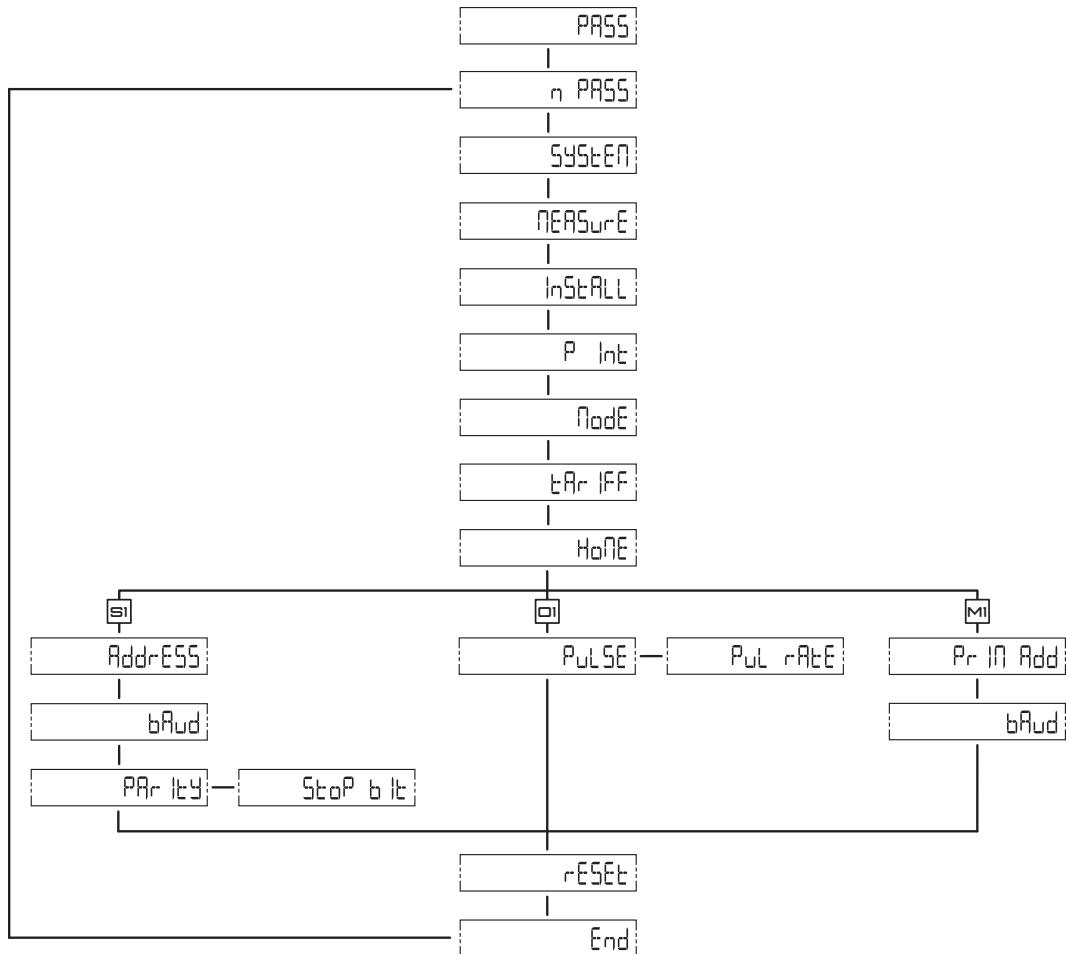

Fig. 13
## Parametre (Fig. 13)
*BEMÆRK: Instruktioner for indstilling af udgangsparametrene kan se "Parametre (Fig. 13)" på side 78.*